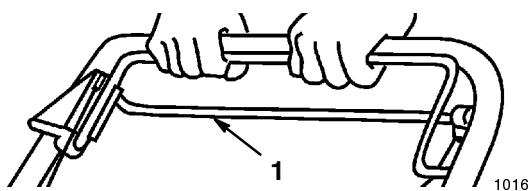

Figure 13
2. Pour débrayer le système de traction, lâcher la barre de commande de traction (Fig. 13), et pousser la tondeuse pour la faire avancer d'au moins 2,5 cm (1").